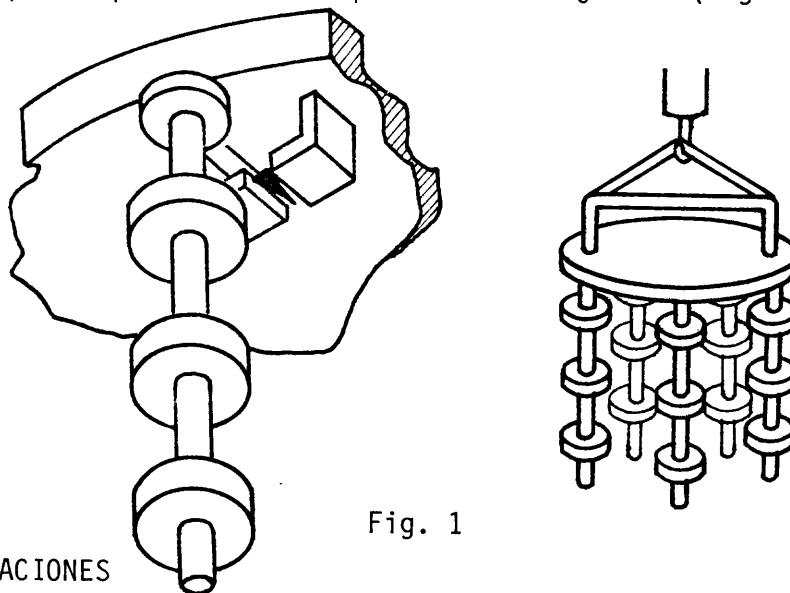

Fig. 1
- b Coloque la pieza en el dispositivo de sujeción (fig. 1).